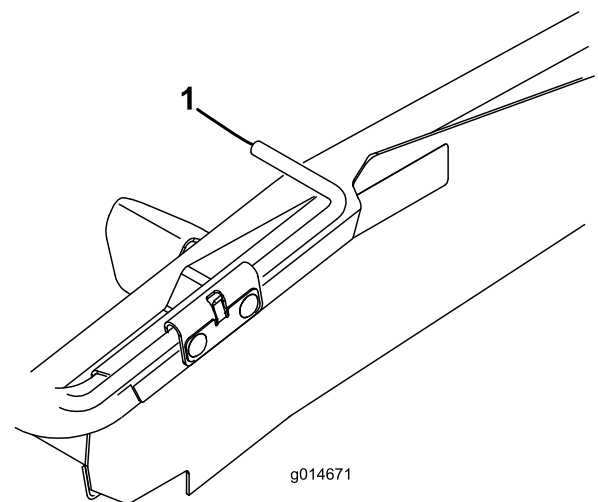
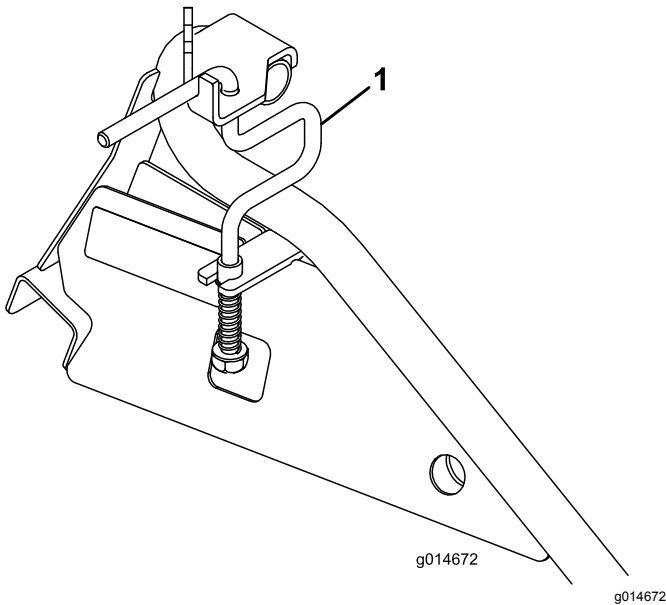

Figure 13
Figure 14
2. Sur les rampes plates, faites pivoter les tiges vers le haut (Figure 13) et sur les rails, faites pivoter les tiges de roue parallèles (ouvertes) à la rampe (Figure 14).
- Sur les rampes plates, faites pivoter les tiges vers le bas, par dessus les roues de transport de la tondeuse (Figure 13).
- Sur les rails, levez la tige de roue et faites-la pivoter derrière les roues de transport de la tondeuse (Figure 14).